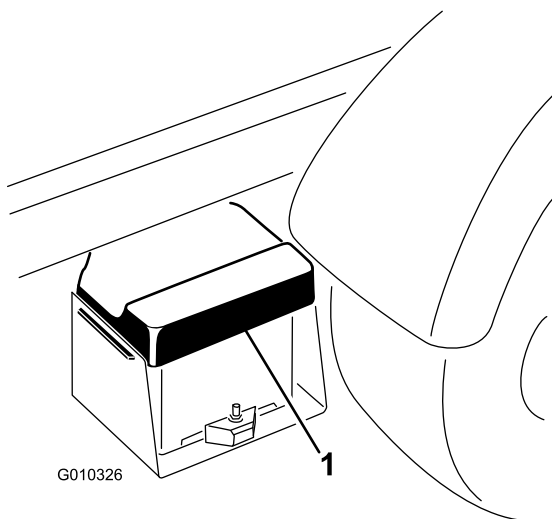

Figura 3
- A. Aperte a tampa da bateria para libertar as patilhas da base da bateria (Figura 3).
- B. Retire a tampa da bateria da base (Figura 3).
2. Aperte a tampa da bateria, alinhe as patilhas com a base da bateria e solte a tampa da bateria (Figura 3); consulte Preparar para instalar o kit.